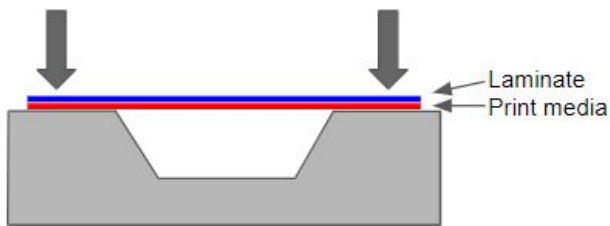

Fig.1
- 1) Coloque el film sobre la superficie completa y aplíquelo con la ayuda de una espátula. Fije los bordes con firmeza antes de aplicar el film en la ondulación. Fig.1